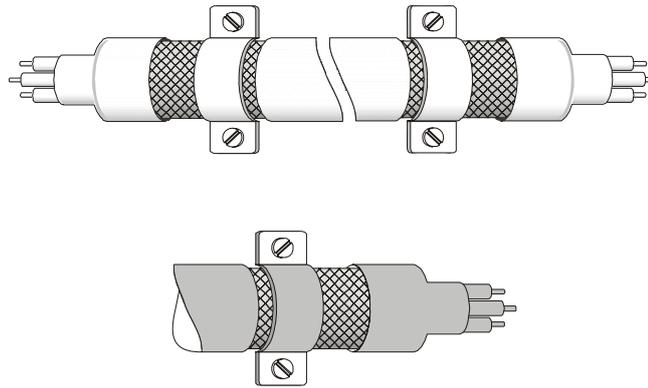

图 2
- ☑ 电机线的隔离铜网与金属板的连接方式需正确，应将电机线两端的隔离铜网使用 U 型金属配管支架与金属板固定，正确连接方式请见图 2 的连接方式。